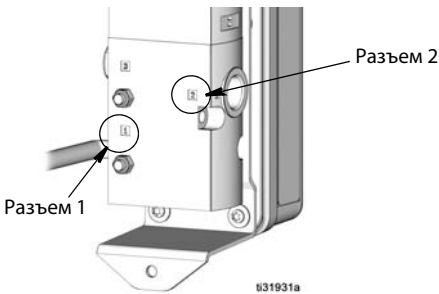

Рис. 24
3. Отсоедините линию подачи воздуха от порта номер 1 на соленоидном клапане (14) и линию воздуха насоса от порта номер 2 (Рис. 24).